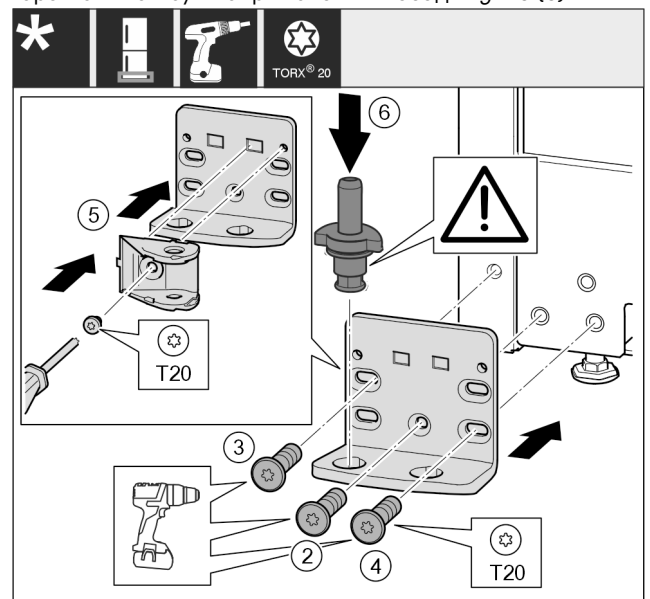

Fig. 26
- ▶ Встановіть опорний кронштейн з іншого боку і закріпіть гвинтами за допомогою викрутки T20. Почніть із гвинта 2 знизу посередині. Fig. 26 (2)
- ▶ Закрутіть гвинти 3 та 4. Fig. 26 (3,4)
- ▶ Поверніть з'єднувальний елемент демфера на 180°. Пригвинтіть з іншого боку опорного кронштейна за допомогою викрутки T20. Fig. 26 (5)
- ▶ Вставте цілком опорний гвинт. При цьому виступ фіксатора повинен бути спрямований назад. Fig. 26 (6)